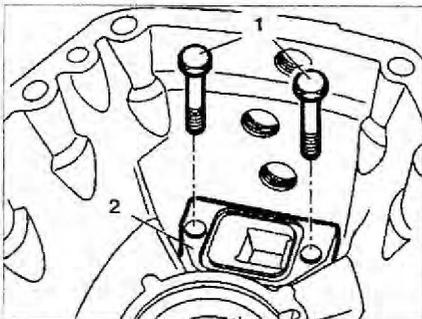

Рис. 4.12. Снимите направляющую плиту 2, открутив болты 1.
1. Снимите направляющую плиту 2, открутив болты 1 (рис. 4.12).